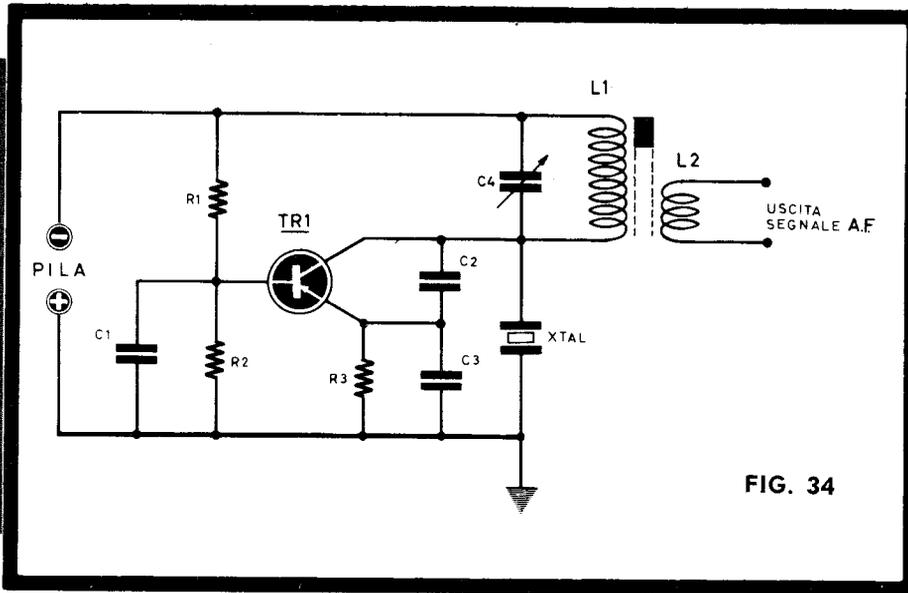

FIG. 34
- L1-L2: bobine adatte per 27 MHz (vedi fig. 34)